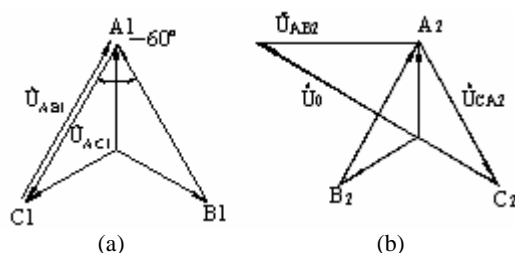

图 4 矢量图
c. 当输入正序电压时，向量关系见图 4(a)，
d. 当输入负序电压时，向量关系见图 4(b)，